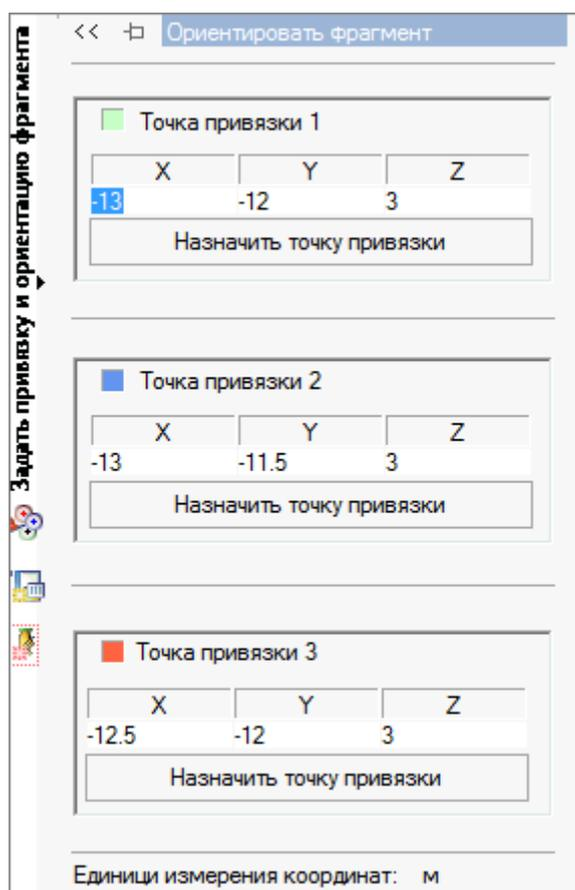

Рисунок 2.98
- указанием координат (рисунок 2.98);